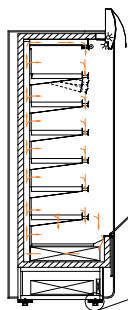

Abb.2 Entfernung der Holzbühne
- Die Anlage auspacken, Schutzfolie und Papenwinkel entfernen Abb.2